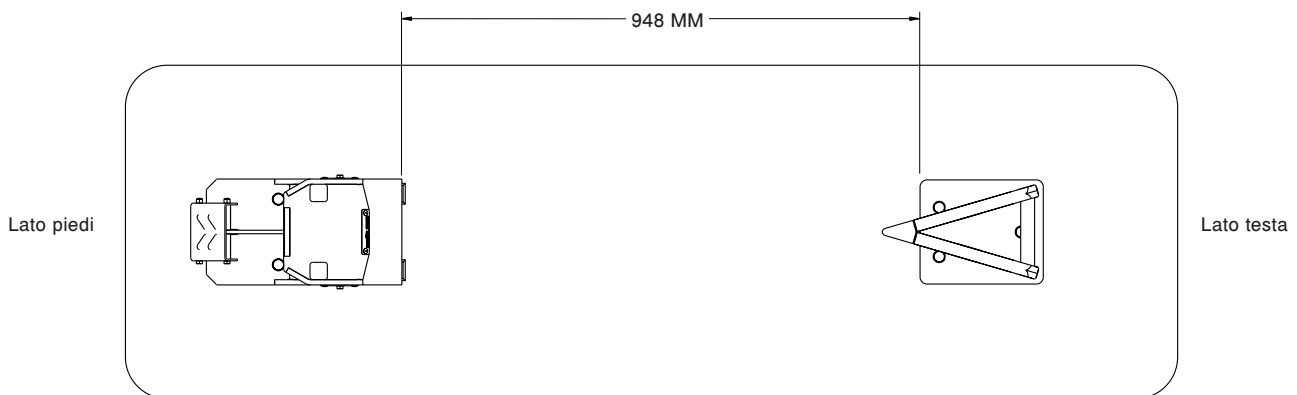

Figura 5 – Spaziatura dei dispositivi di ancoraggio
3. Confermare la spaziatura dei dispositivi di ancoraggio (Figura 5).